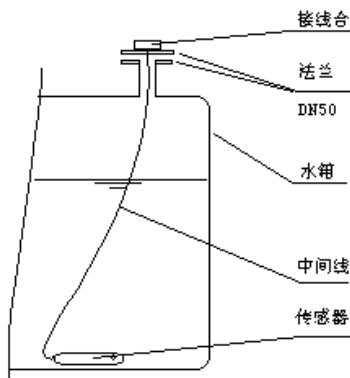
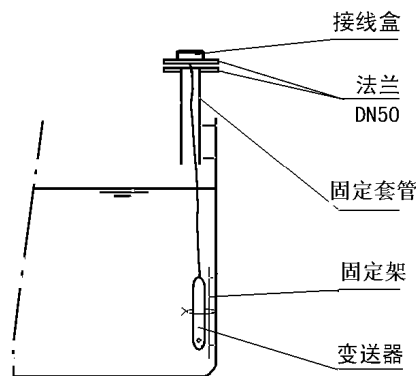

图 4.2
图 4.3
②当中间线长度 > 水箱（池、井）底至顶距离、< 至液位显控仪距离时：1. 在水箱（池）的上方预设带标准法兰（DN50 PN10）的连接管口。2. 变送器穿过连接管口，伸入水箱（池、井）中，将变送器直接沉入水底，并将变送器的接线盒固定在连接管口的标准法兰上。3. 从接线盒中连接二芯屏蔽线（RVVP2×1.5）到液位显控仪中。图 4.2。
③如果中间线长度 < 水箱（池、井）底至顶距离，但是，检测精度要求不是很高时：可以采用严格的防水密封，连接二芯屏蔽线（RVVP2×1.5）到液位显控仪中（因为该方式将会封闭中间线中的导气管，影响检测精度）。
④如果在污水池中，严禁将变送器直接沉入水底，防止淤泥堵塞变送器的传感孔：可设置固定变送器的固定架，并将变送器固定在固定架上。图 4.3。